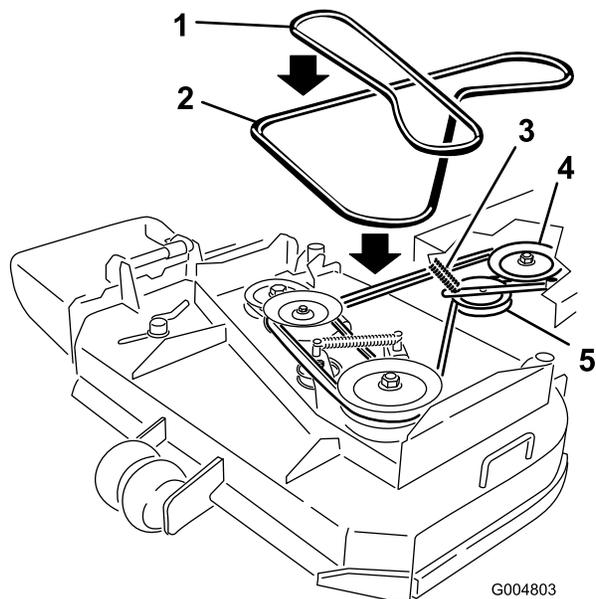

Figura 45
6. Rotolate la cinghia lontano dalla puleggia centrale sulla scocca del motore (Figura 45). Fate attenzione quando togliete la cinghia poiché la tensione aumenterà a causa della puleggia tendicinghia a molla.
7. Togliete la cinghia dalla puleggia del motore e dalla puleggia tendicinghia a molla (Figura 45).
8. Montate la cinghia sulla puleggia del motore e sulla puleggia tendicinghia a molla (Figura 45).
9. Rotolate la cinghia nella puleggia centrale sulla scocca del motore (Figura 45). Fate attenzione quando montate la cinghia poiché la tensione aumenterà a causa della puleggia tendicinghia a molla.